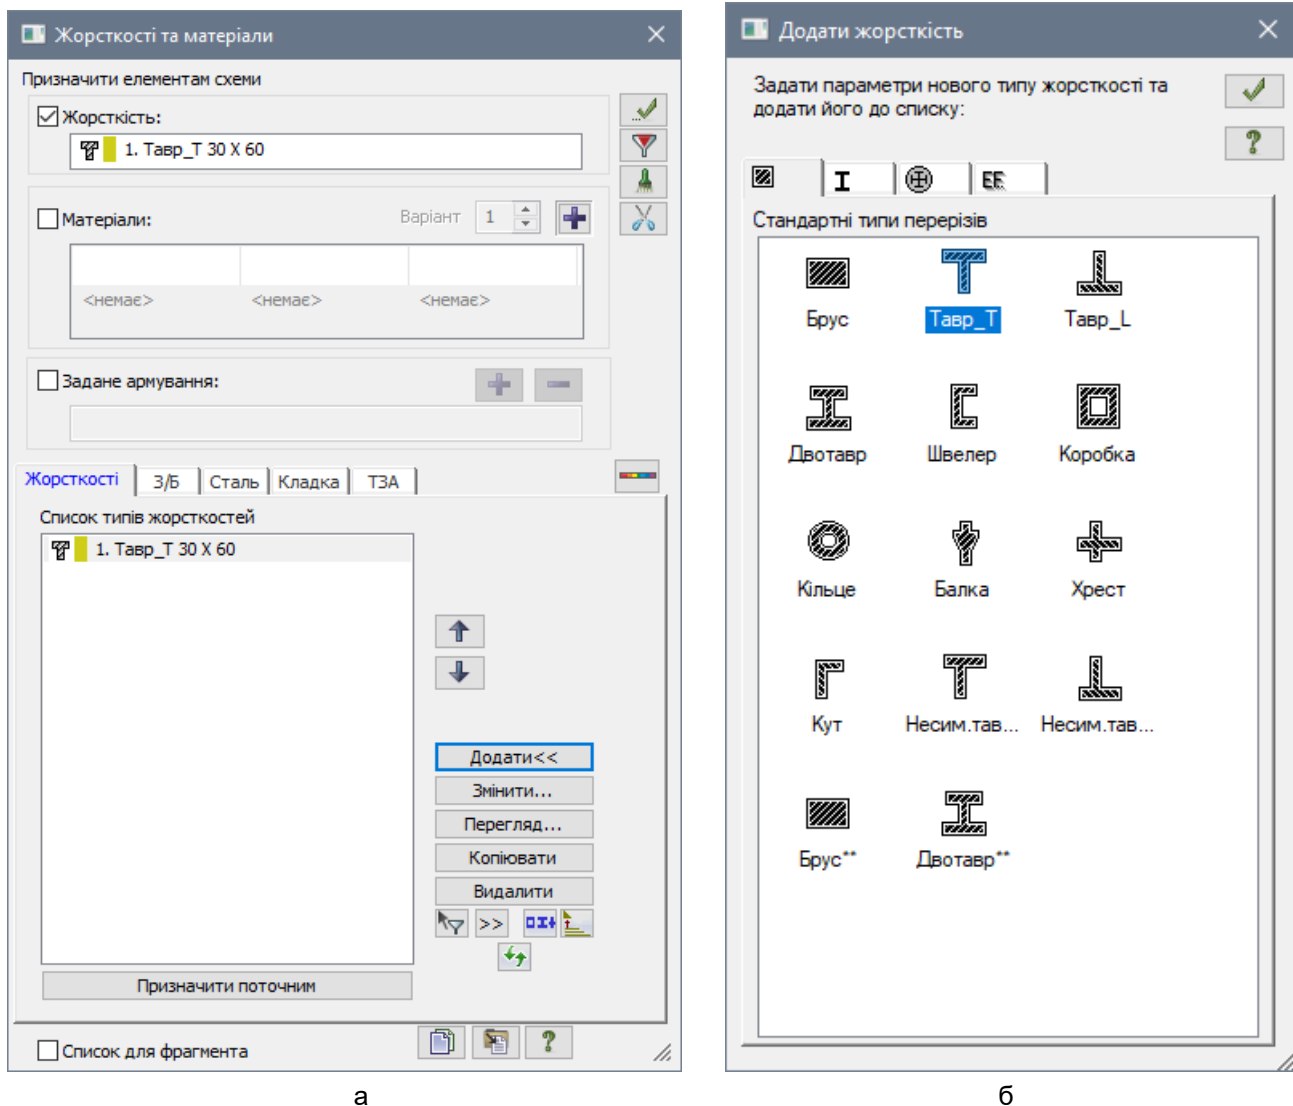

Рис. 19.12. Діалогові вікна: а – Жорсткості та матеріали, б – Додати жорсткість
- Натисканням по кнопці  – **Жорсткості та матеріали елементів** (панель **Жорсткості та в'язі** на вкладці **Створення та редагування**) викличе діалогове вікно **Жорсткості та матеріали** (рис. 19.12,а).
- У цьому вікні натисканням по кнопці **Додати** викличе діалогове вікно **Додати жорсткість**, для того щоб вивести список стандартних типів перерізів (рис. 19.12,б).